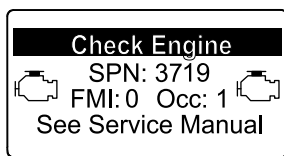

Figura 57
- Aviso do motor SPN 3719, FMI 0 (Figura 57)